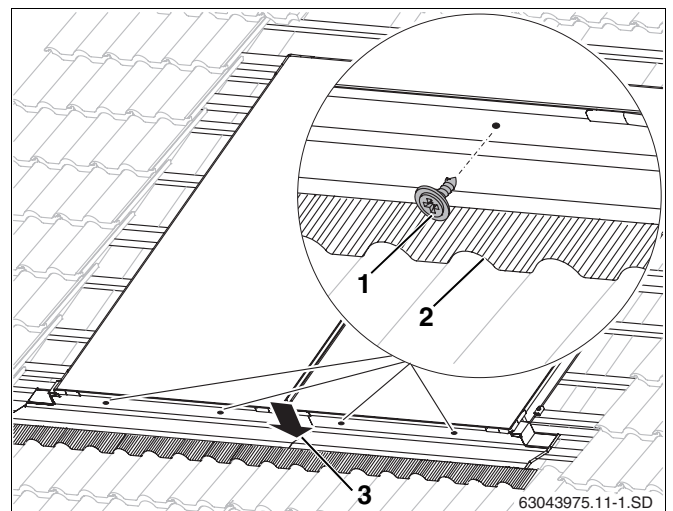

Рис. 47 Крепление нижних листов
- Закрутить саморезы (длиной 12 мм, рис. 47, поз. 1) с уплотняющими шайбами.
- Прижать верхний лист к нижнему (рис. 47, поз. 3).
- Осторожно подогнать фартуки в передней зоне контура черепицы (рис. 47, поз. 2).